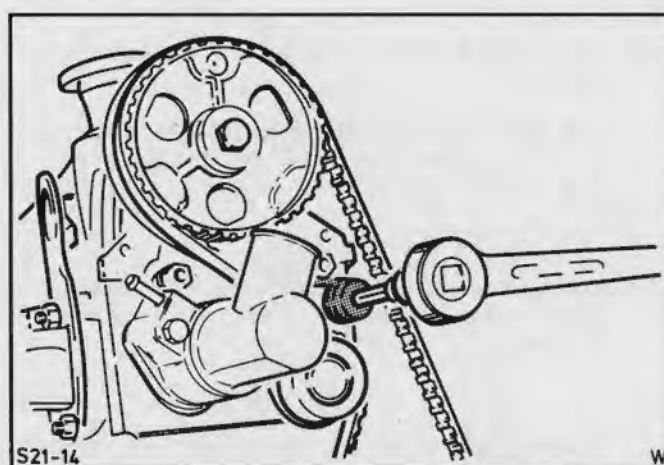

Fig.84. Løsn tandremsstrammeren med specialværktøj
16. Løsn tandrem strammerullen med specialværktøj 21-012 (1 bolt og 1 specialbolt), pres den mod fjedertrykket og spænd den igen, Fig.84.